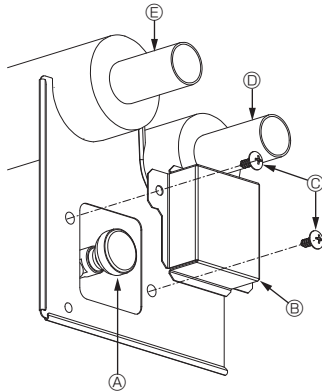

Fig. 6-1
6.2.2. Das Entlüftungsventil des Innengeräts (Fig. 6-1)
- ① Die Abdeckung des Entlüftungsventils entfernen.
- ② Den Knopf am Entlüftungsventil drehen, um Luft abzulassen.
- ③ Entlüftungsventil
- ④ Abdeckung des Entlüftungsventils (Anzugsdrehmoment: 1,3 ± 0,3 N·m)
- ⑤ Schraube
- ⑥ Auslass (An HBC/optionalen VENTILKIT)
- ⑦ Einlass (Von HBC/Hydrogerät)